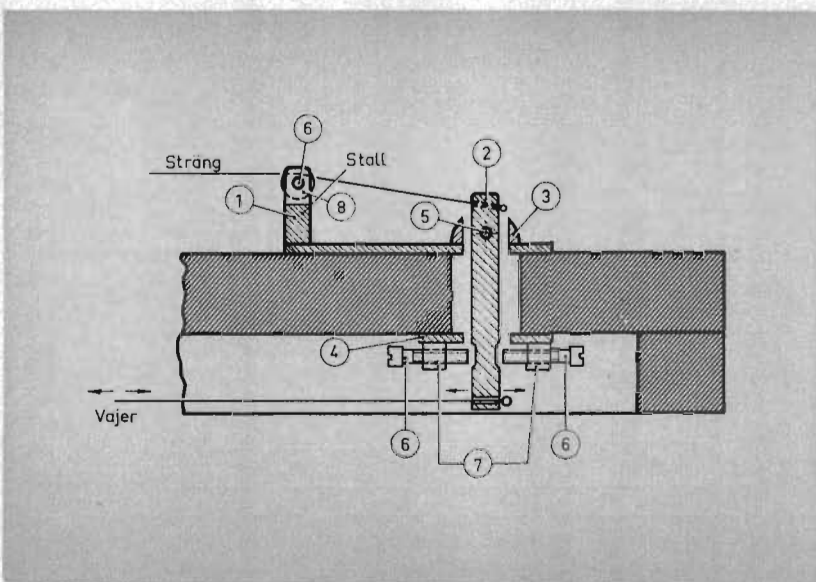

Fig 7
gerhuset (3) för spännstavar (2) och plattan (4) med skruvar (6) för inställning av spännstavnarnas spel. Se även fig. 7.
Ackordväljarmekanismens princip framgår av fig. 7. Denna mekanism är något mer komplicerad än stämkrusmekanismen genom att stallet, det. (1) i fig. 7 och 8, här inte kan göras som en massiv bit liksom sadeln utan måste förses med åtta trissor på vilka strängarna skall löpa. Denna anordning är nödvändig därför att de spunna bassträngarna snart skulle skadas om de skulle släpas över stallet varje gång ett ackord skall ändras med pedaler. Stallet har försetts med åtta urfräsningar som svarar mot trissorerna.
Änden på varje sträng har trätts genom ett hål i en stav, (2) i fig. 7, som är lagrad vinkelrätt mot strängarnas längdriktning. Lagringen är gjord i en halvrund mässingstav (3) som försetts med ovala hål för att stavarna (2) skall få möjlighet att pendla mellan lägen vars inbördes avstånd bestäms av en på gitarrens undersida monterad platta (4) av 3 mm järnplåt, 40×120 mm, med skruvanordningar (7). Denna platta har parvis motstående skruvar (6) så belägna att de kan skruvas mot stavarna (2). Det maximala »slag» som staven (2) får bestäms med dessa skruvar. Slagets storlek avväges så att det blir vissa jämna intervaller, motsvarande de olika ackord man önskar erhålla.
(6) är gjorda av runt silverstål med för stavarna 8 och för axlarna 3 mm diameter. »Lagerhuset» (3) hårdlödades efter borrar och fräsning mot en 3 mm järnplatta, 12×8 cm, som urborrats för att medge tillräcklig rörelse för stavarna.
Som framgår av fig. 7 har de åtta stavarna (2) en ursvarvning i höjd med den punkt där stoppskrivarna når stavarna. Runt denna ursvarvning har påträts en bit plaströr, ca 7 mm långt och med 5 mm invändig diameter. Detta har gjorts för att dämpa det metalliska ljud som skulle uppstå om stavarna berörde stoppskrivarna direkt.